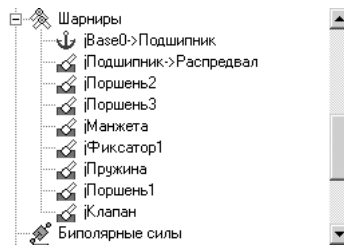

Рис. 2.10. Раскрытый пункт **Шарниры** в **Дереве элементов** после конвертации узла **Кулачок_Клапан**
- щелкните в **Списке элементов** по знаку **+** перед пунктом **Шарниры** для его раскрытия. Появятся 9 шарниров для сборки **Кулачок – Клапан**, см. рис. 2.10.